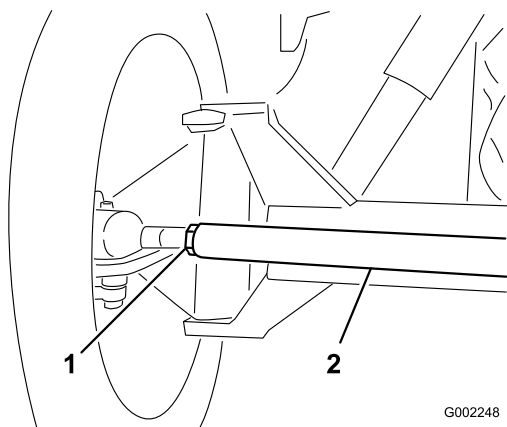

图 92
- 如果测量值超出规定的范围、请松开横拉杆两端的锁紧螺母图 92。